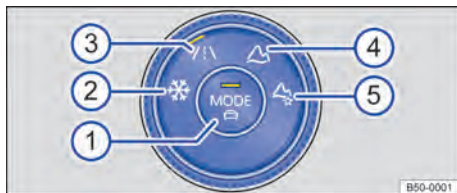

Fig. 145 Na parte inferior do console central: comando do 4MOTION Active Control.
Os veículos com tração nas quatro rodas possuem uma ampla seleção de perfis de condução. Nesse caso, os perfis de condução podem ser selecionados no comando do 4MOTION Active Control → Fig. 145.
Legenda para Fig. 145:
- Girar o comando → Fig. 145 do 4MOTION Active Control até que o LED ao lado do perfil de condução desejado se acenda.
- Pressionar → Fig. 145 no meio do comando.
- Se necessário, girar o comando → Fig. 145 do 4MOTION Active Control até que o LED ao lado do perfil de condução Off-road Individual se acenda.
- Se o Off-road Individual já estava selecionado, pressionar → Fig. 145 no meio do comando.